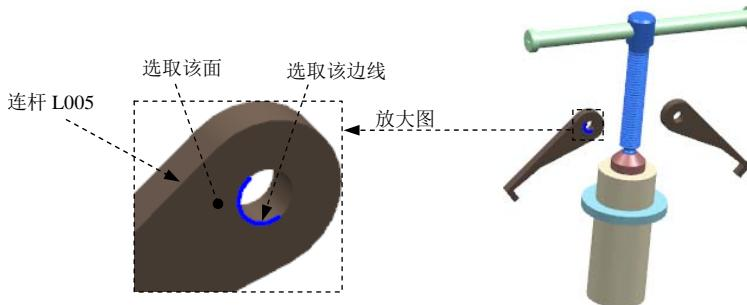

图 10.6.7 定义旋转副（二）
(1) 选择连杆。将连杆 L003 隐藏, 然后选取图 10.6.7 所示的连杆 L005。
(2) 定义原点及矢量。在“运动副”对话框的 指定原点 下拉列表中选取“圆弧中心”
选项，在模型中选取图 10.6.7 所示的圆弧为定位原点参照；选取图 10.6.7 所示的面作为矢量参考面。
(3) 添加啮合连杆。将连杆 L003 取消隐藏，在“运动副”对话框的基本区域中选中  啮合连杆 复选框，单击 **选择连杆 (0)**，选取连杆 L003。
(4) 定义啮合连杆原点及矢量。在“运动副”对话框基本区域的 **指定原点** 下拉列表中选取“圆弧中心”  选项，在模型中选取图 10.6.7 所示的圆弧为定位原点参照；选取图 10.6.7 所示的面作为矢量参考面。
(5) 定义驱动。在“运动副”对话框中单击 **驱动** 选项卡，在 **旋转** 下拉列表中选择 **函数** 选项；在 **函数数据类型** 下拉列表中选择 **位移** 选项；单击 **函数** 后的  按钮，选取  函数管理器... 选项，在弹出的“XY 函数管理器”对话框中单击  按钮，在弹出的“XY 函数编辑器” **公式=** 区域下的文本框中输入函数关系式“**STEP( x, 0, 0, 5, 50 )**”，其余参数接受系统默认设置，单击两次 **确定** 按钮，完成驱动的定义。